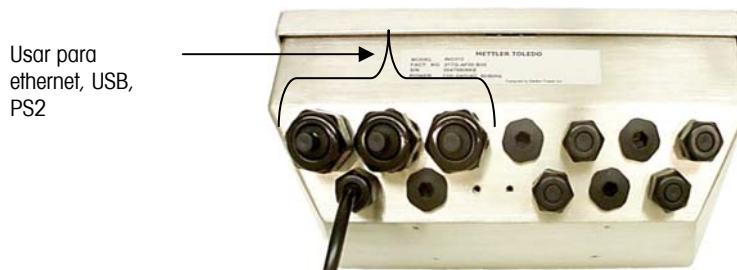

Figura 2-3: Glándulas para cables de la unidad IND310
- Pase los cables a través de un sujetador de cables de tamaño apropiado antes de conectar los alambres. Por ejemplo, el cable de ethernet pasa a través de la glandula grande para cables (ver Figura 2-3).